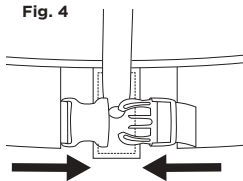

Fig. 4
2. Attach the safety top by wrapping the disconnected buckle(s) around the webbing handle(s) on the portable container. [Fig. 4]
2. Rodee las asas de la bolsa portaherramientas con las hebillas que ha desabrochado para cerrar la tapa de seguridad. [Fig. 4]